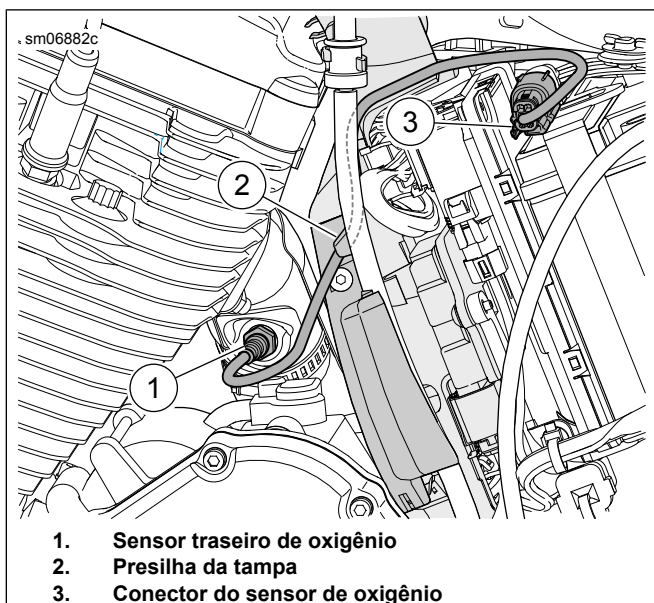

Figura 46. Sensor de oxigênio traseiro
Veja Figura 46. Desconecte o conector do sensor de oxigênio traseiro (3) do chicote de fios principal.